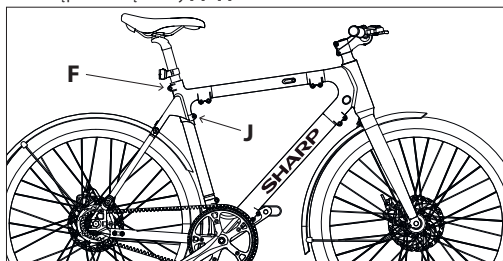

Rysunek 2-1
- Podłącz kabel czujnika wyświetlacza, zgodnie z rysunkiem [Rysunek 2-1] i [Rysunek 2-2].